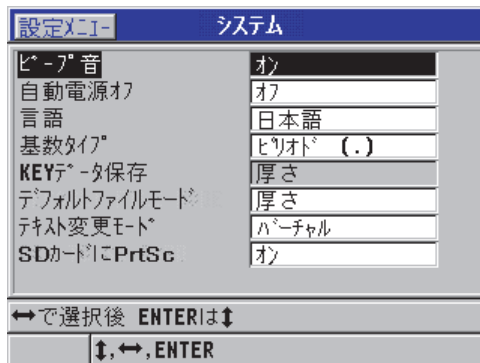

図 8-2 システム画面
1. 測定画面で、[設定] を押してから、システムを選択します。システム画面が表示されます（158 ページの図 8-2 を参照）。